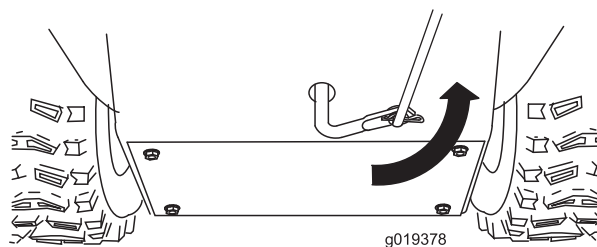

Figur 5
3. Sett en flat skive på vuggetappen (Figur 5).
6. Løft opp på hastighetskontrollstaket, og sett inn vuggetappen i hullet i hastighetsvelgerspaken (Figur 5).
- B. Koble fra vuggetappen fra hastighetsvelgerspaken (Figur 5).
- C. Vri vuggetappen oppover (mot klokken) på hastighetskontrollstaket (Figur 5).
- D. Koble vuggetappen til hastighetsvelgerspaken (Figur 5).
- B. Koble vuggetappen fra hastighetsvelgerspaken (Figur 5).
- C. Vri vuggetappen nedover (med klokken) på hastighetskontrollstaket (Figur 5).